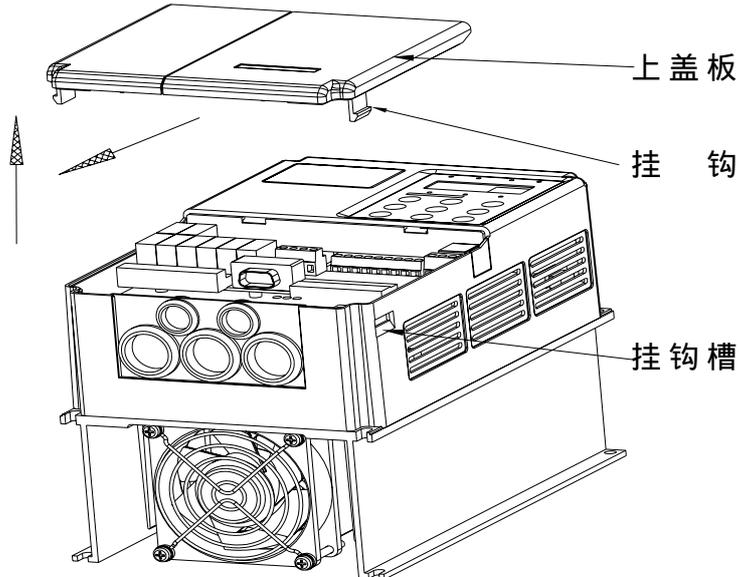

图 3-2 塑胶外壳下盖板的拆卸及安装图
1、15KW 以下的 ME 系列变频器采用塑胶外壳,塑胶外壳下盖板的拆卸与安装方法见图 3-2.